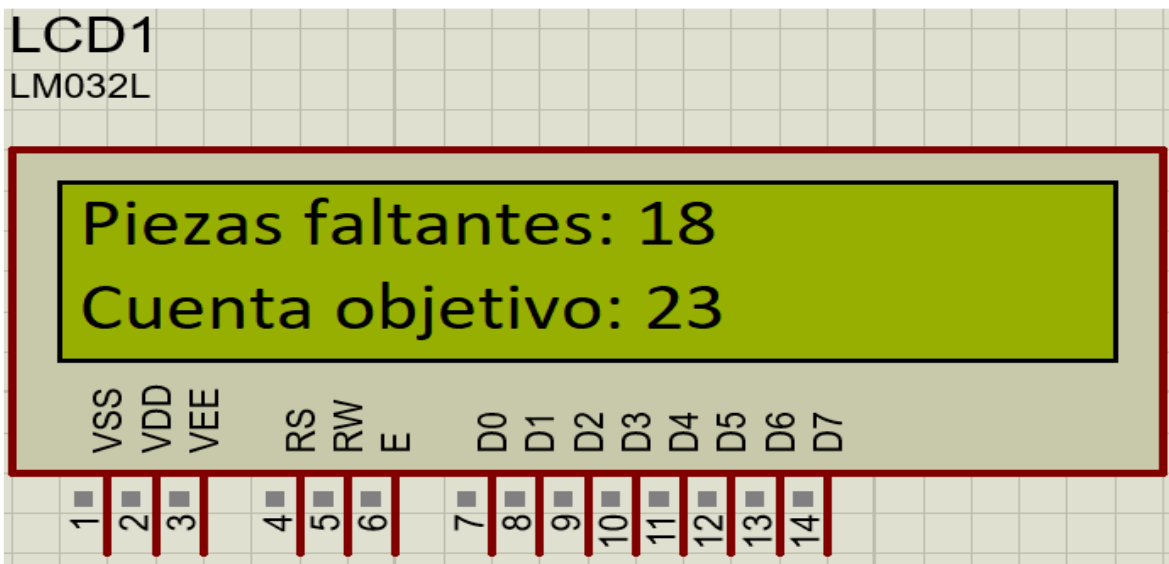

Fig 2 Ejemplo de tercer mensaje en el LCD, donde se ajustó una cuenta objetivo de 23, se han contado 5 piezas y faltan 5 piezas por contar
- El tercer mensaje debe ser la información de cuantas piezas se debe contar y cuantas piezas faltan para llegar a la cuenta objetivo véase Fig 2.